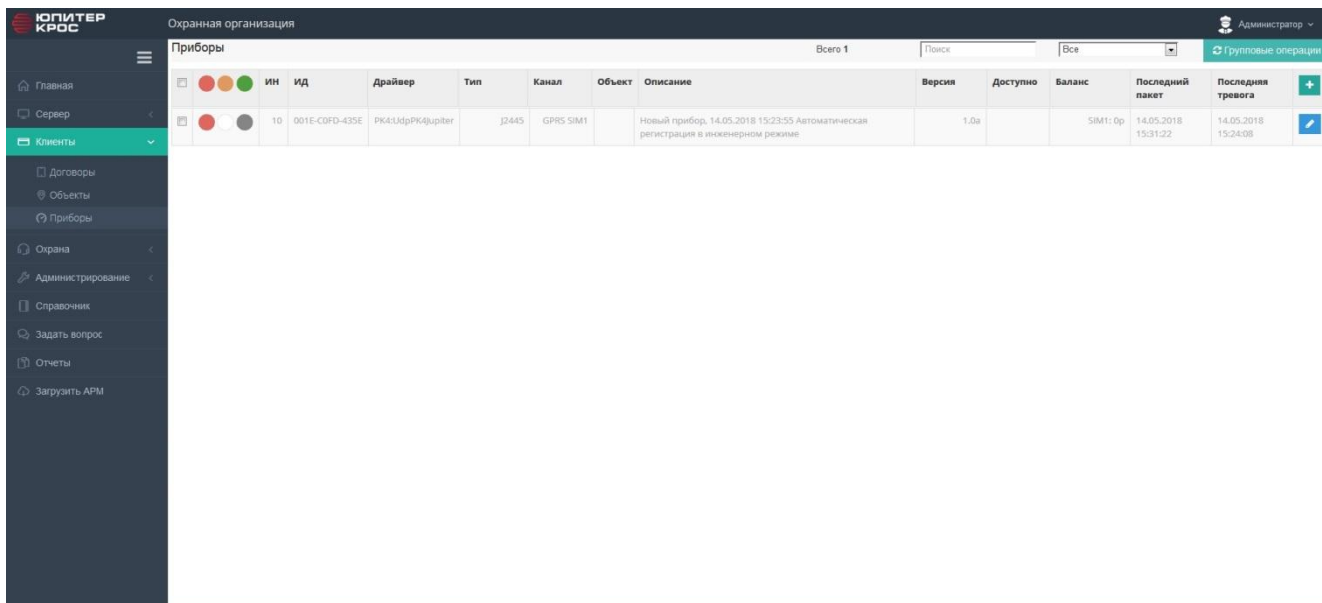

Рисунок 18. Подключение УОО к КРОС в инженерном режиме.
6.1 Включить питание УОО. После чтения файла конфигурации и сохранения настроек, должен прозвучать длинный звуковой сигнал. Проверка подключения УОО происходит в инженерном режиме (рисунок 18).